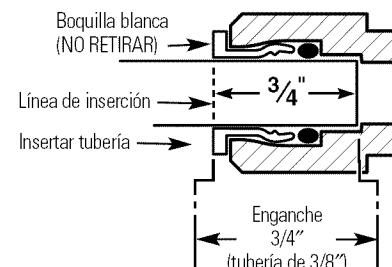

Fig. 9
- Empuje la tubería firmemente hacia cada conexión en el recolector hasta que la tubería esté nivelado con el collar. (Si se retira la tubería, vuelva a cortar el extremo, mida, marque y vuelva a insertar). La tubería debe estar firmemente insertada para evitar fugas (Fig. 9). (**Para retirar la tubería: Libere y sostenga la boquilla blanca; Hale la tubería hacia fuera para retirar.**)